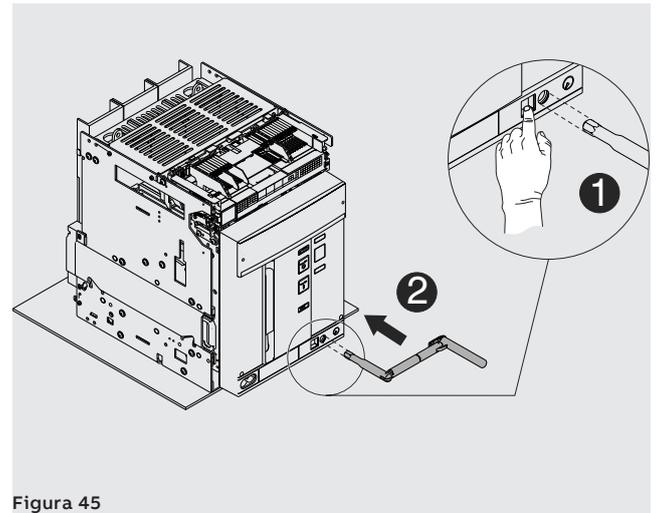

Figura 45
9. Premere il pulsante di blocco ed inserire la manovella nella parte mobile. In questa fase la parte mobile è ancora in posizione **DISCONNECT**. Vedi Figura 45.